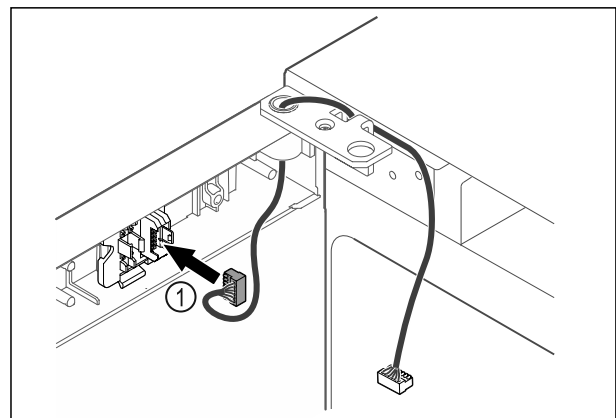

Fig. 44
- ▶ Inserire il connettore Fig. 44 (1) nel porta-connettore.